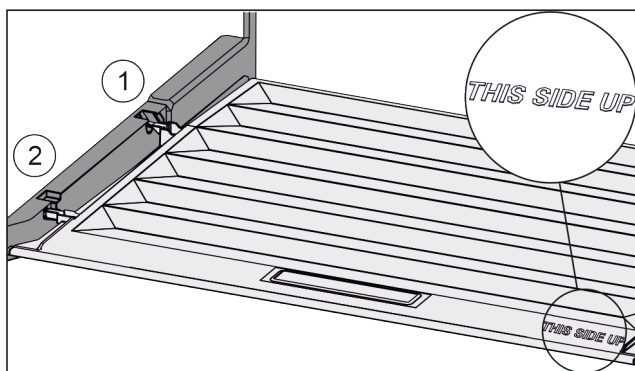

Fig. 150
- ▶ Ramiona pokrywy wprowadzić ponad otworem tylnego uchwytu Fig. 150 (1) i zazębić z przodu w uchwycie Fig. 150 (2).